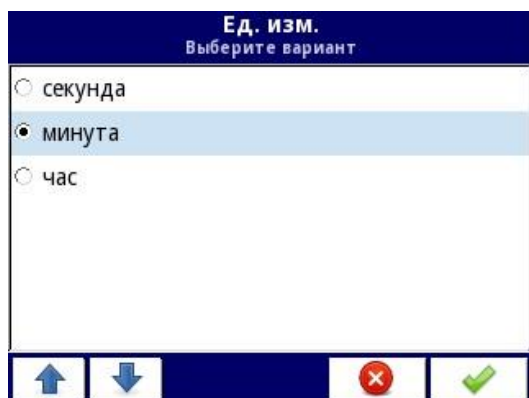

Рисунок 2.28
- выбора одного файла (см. рисунок 2.28);